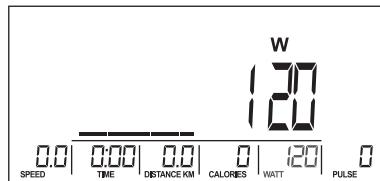

Рис. 20
- За допомогою регулятора встановіть цільове значення WATT (за замовчуванням: 120, Рис. 20).